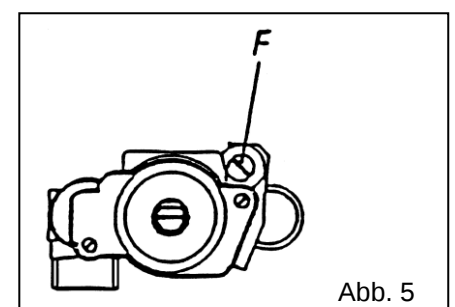

Abb. 5
5.1.2 Einstellung der reduzierten Nennwärmebelastung (Abb. 5)